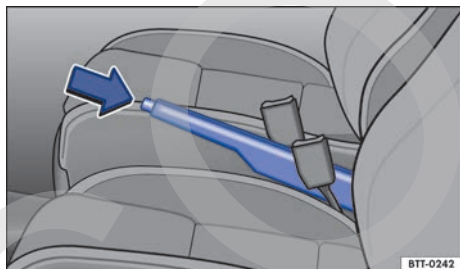

Fig. 90 Entre los asientos delanteros: palanca del freno de estacionamiento.
- Tirar de la palanca del freno de estacionamiento hacia arriba con la tecla de bloqueo presionada → fig. 90 (flecha).
- Tirar de la palanca del freno de estacionamiento un poco hacia arriba y presionar la tecla de bloqueo → fig. 90 (flecha).